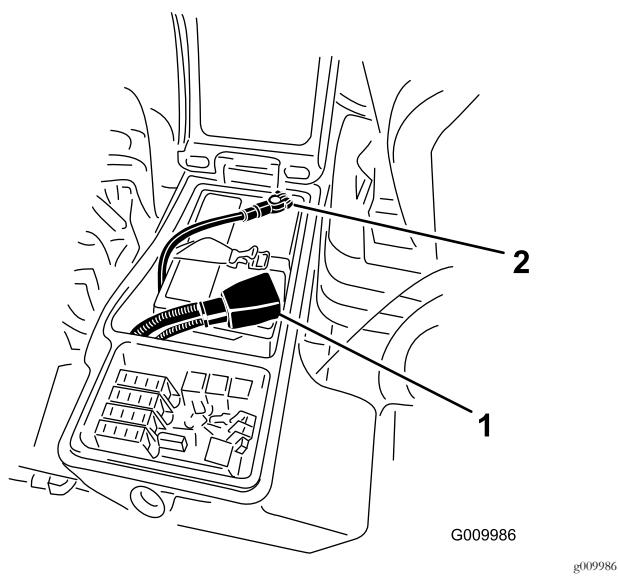

図 50
6. プラスケーブル赤をバッテリーの端子に、マイナスケーブル黒をバッテリーの端子に固定する図 50。